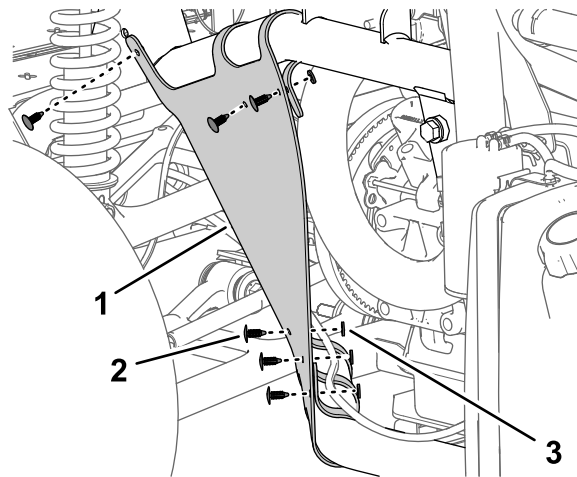

图12
4. 拆下将内挡泥板罩固定到机器机架的 6 个压入式紧固件和 5 个垫圈 9/16 x 1/2 英寸 图12。